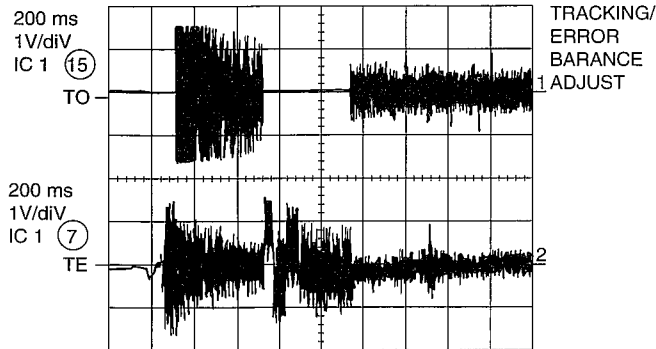

Figure 22-3
3. E/F balance (tracking error balance) (Fig. 22-3)
3. E/F-Balance (Abtastfehlerbalance) (Abb. 22-3)
3. Balance E/F (balance d'erreur d'alignement) (Fig. 22-3)